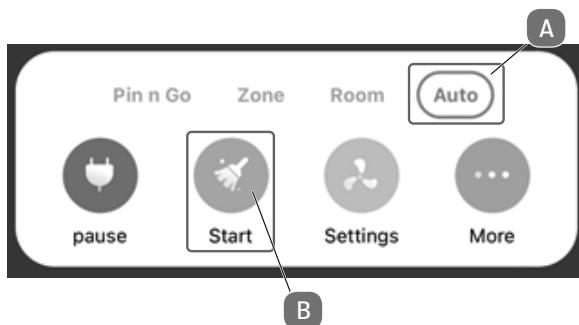

Fig. 14
- ▶ Pour créer une cartographie de vos pièces, le robot doit effectuer un parcours de reconnaissance. Pour ce faire, cliquez sur **DÉMARRER (B)** dans le **MODE AUTO (A)** comme illustré sur la **fig. 14**.